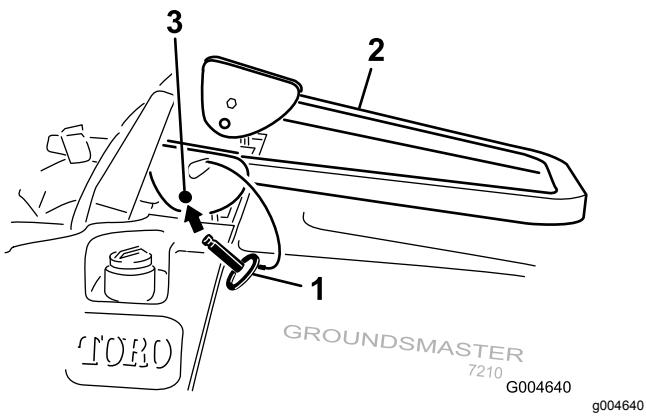

Bild 13
- Senken Sie den Überrollbügel ab (Bild 13).